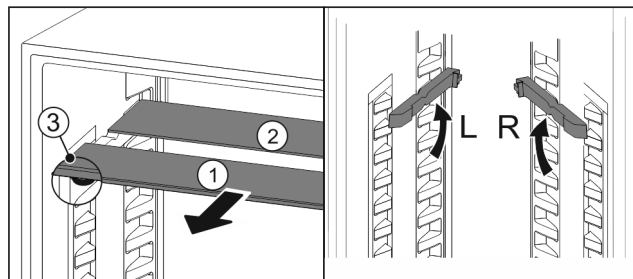

Fig. 94
- Skleněné desky jednotlivě vytáhněte dopředu Fig. 94 (1).
- Skleněná deska Fig. 94 (1) s ozdobnou lištou leží vpředu.
- Zarážky Fig. 94 (3) směřují dolů.